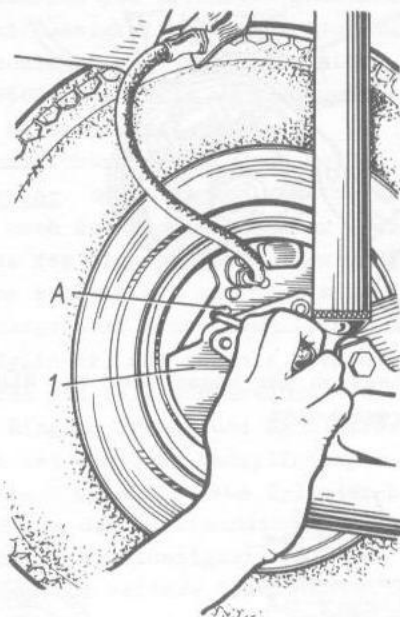

Bild 6-21. Regulieren der Handbremse am Hinterradbremsmechanismus:
- Gummiblindscheibe an Bremsschild 1 (Bild 6-21) durch die freigegebene Bohrung A mit Abstützung an Rand dieser Bohrung wegnehmen, dann mit